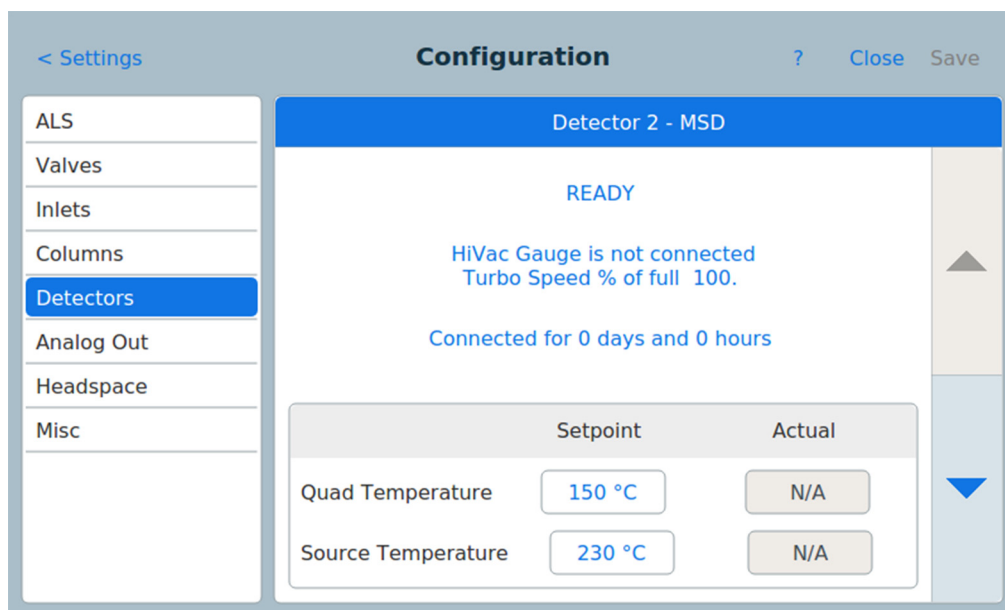

Figure 59 Page des paramètres du détecteur DDM
- 3 Appuyez sur le type de dispositif **Détecteurs** dans la liste sur la gauche de la page. Les propriétés du type de dispositif sélectionné apparaissent sur le côté droit de la page. Voir Figure 59.
- 3 Appuyez sur le type de dispositif **Détecteurs** dans la liste sur la gauche de la page. Les propriétés du type de dispositif sélectionné apparaissent sur le côté droit de la page. Voir Figure 59 à la page 147.